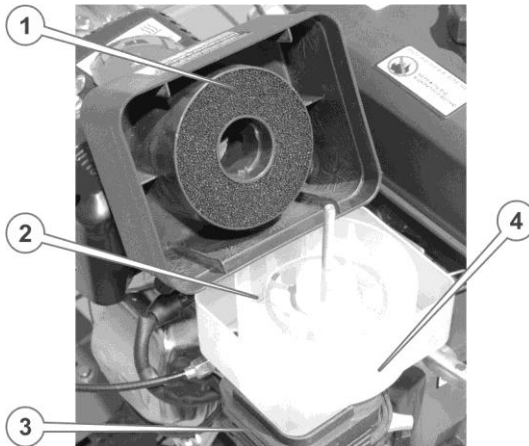

Рисунок 13. Повітряний фільтр
2. Дістати поролоновий фільтрувальний елемент з піддона (див. рис.13.), промити його в розчині мийного засобу (можна використовувати бензинове паливо або, у разі особливо сильного забруднення, гас), віджати і ретельно висушити. Якщо фільтрувальний елемент надмірно забруднений або пошкоджений – замінити його.
4. Установити піддон на місце, налити в нього 50-70 г моторного мастила до позначки (4) рівня на корпусі масляної ванни, (див. рис. 13.), рівномірно розподіливши його по секціях піддону.